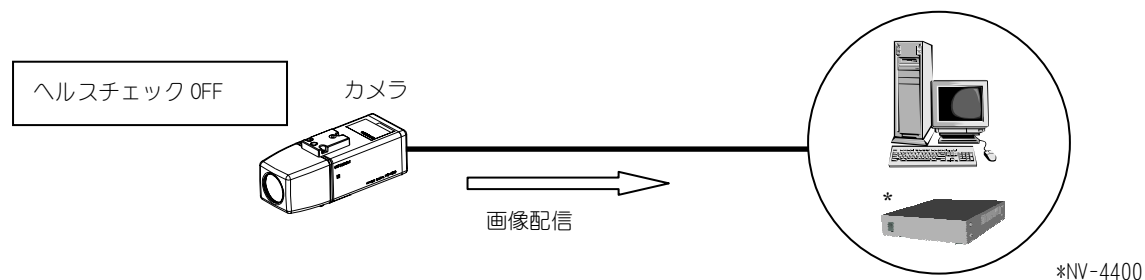

図 9-6 ヘルスチェック OFF
- (1) ネットワークカメラの電源が入ると、図 9-6に示す様に様に画像配信を開始します。
- (2) あらかじめマルチキャストアドレスと画像ポートが設定されている必要があります。